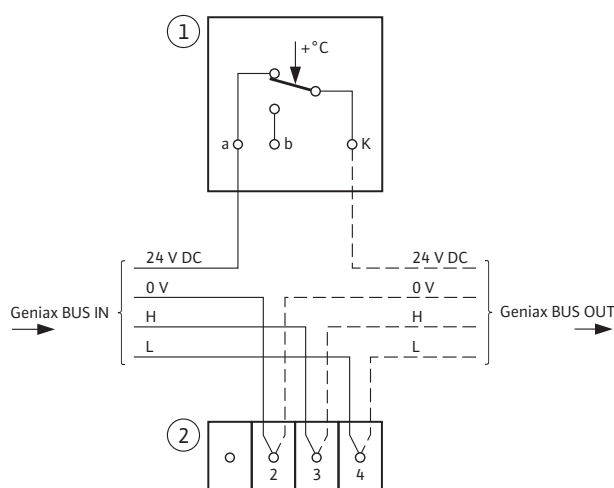

Fig.14-12: Anschluss Maximalthermostat
- Spannungsversorgung 24 V DC des Buskabels (rote Ader) über den bauseitigen Maximalthermostaten (1) führen gem. Tab. 14-10 und Fig. 14-12.
- Die übrigen Adern des Buskabels über die Hilfsklemmen (2) wieder miteinander verbinden gem. Tab. 14-10 und Fig. 14-12.